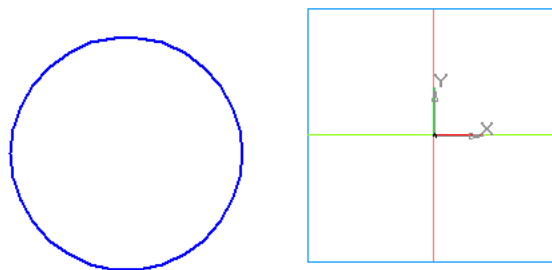

Рис. 3.13. Окружность в эскизе на фронтальной плоскости
3.3. Последовательно укажите курсором две точки, через которые должна пройти окружность. После указания первой точки на экране отображается фантом будущей окружности, после выбора второй точки – окружность (рис. 3.13).